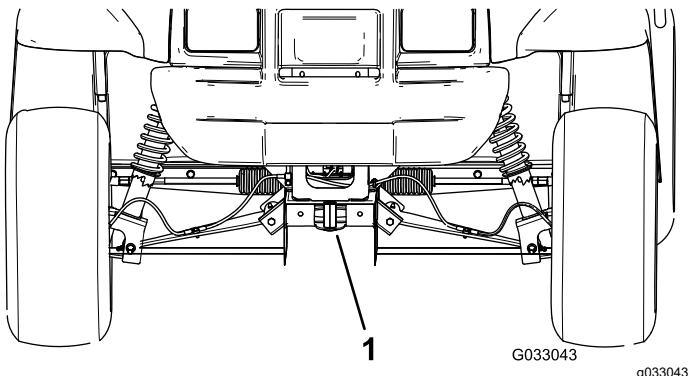

Figura 18
- El punto de elevación de la parte delantera de la máquina se encuentra en la parte delantera del bastidor, detrás del punto de remolque (Figura 18).